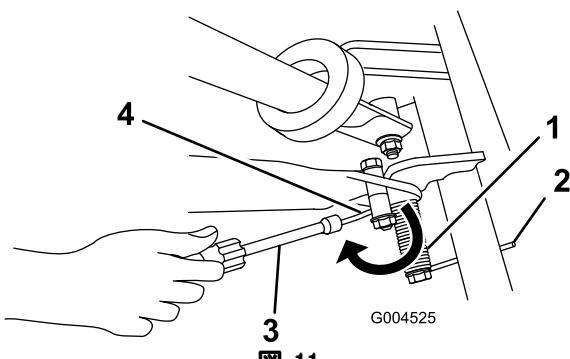

図 11
6. 後ろ向きに出ているスプリングの端にナット・ランナーをかぶせ、この端をキックスタンドのスペーサーの下に引っ掛ける(図 11)。